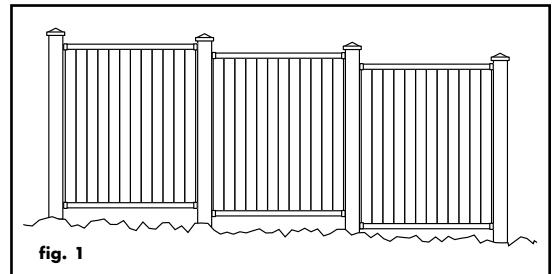

fig. 1
- Es esencial una planificación y medición cuidadosa de su cerca, puesto que mover los postes después de que el concreto se ha asentado es extremadamente difícil. La mayoría de los patios son relativamente nivelados y permiten una instalación bastante sencilla. Si su patio tiene una gran elevación o es muy desigual, asegúrese de planear la altura de montaje deseada del panel adyacente cuando prepare sus postes. En casos extremos usted puede necesitar "graduar los peldaños" de los paneles. Vea la Fig. 1.